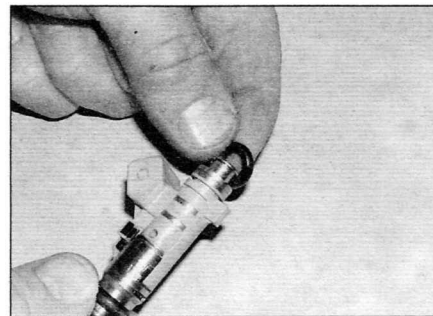

Рис. 13.12. Замените все уплотнения на снятой форсунке (модели с двигателем 1.4 л)
- а) Установите новые уплотнения на все снятые форсунки (рис. 13.12).